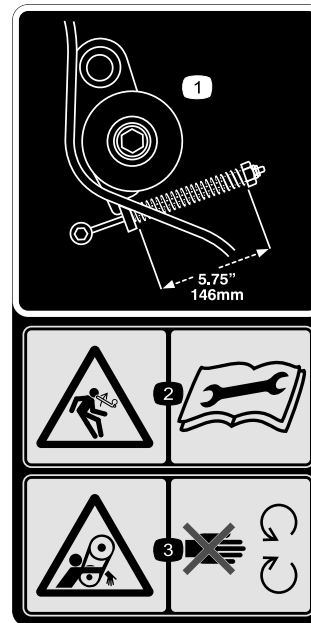

図 33
1. アイドラスプリングを 150 mm 程度押し込んでベルトの張りを点検する; 図 33を参照。